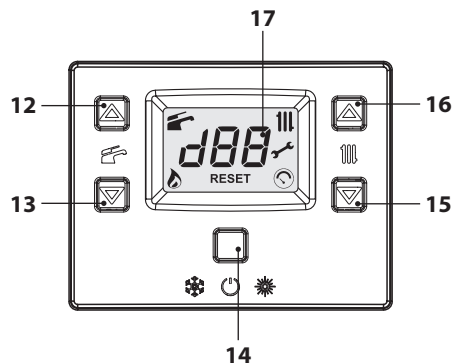
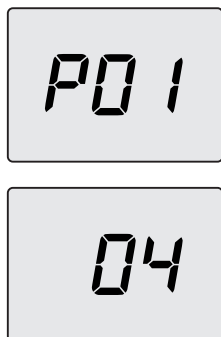

Figura 5.24
Figura 5.25
- Entrare in "modalità programmazione" premendo contemporaneamente per 10 secondi i tasti 14 - 15 - 16 (Figura 5.24) fino a far apparire sul display LCD le lettere **P01** che si alternano con il valore del parametro, indicanti l'entrata nel "parametro 01" (Figura 5.25).
- Premendo il tasto 14 (Figura 5.24) si ottiene la conferma del valore inserito.
- Premendo il tasto 15 o 16 (Figura 5.24) si esce senza modificare il valore.
- Premendo contemporaneamente per 10 secondi i tasti 14 - 15 - 16 (Figura 5.24) si esce dalla "modalità programmazione".
- Entrare in "modalità programmazione" premendo contemporaneamente per 10 secondi i tasti 14 - 15 - 16 (Figura 5.24) fino a far apparire sul display LCD le lettere **P01** che si alternano con il valore del parametro, indicanti l'entrata nel "parametro 01" (Figura 5.26).